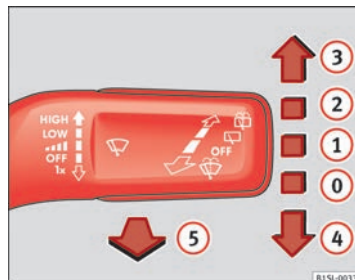

Fig. 60 Utilisation de l'essuie-glace.
- Appuyez sur le levier de l'essuie-glace brièvement vers le bas ⇒ fig. 60 ④.